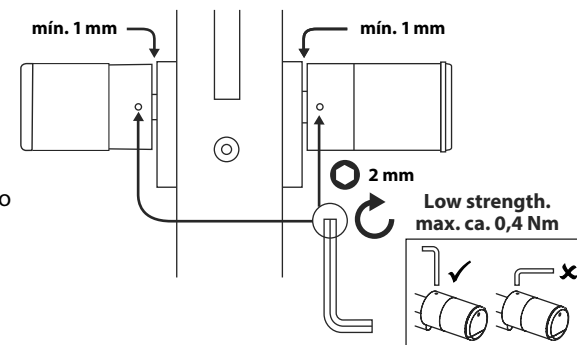

Fig. 10
⑦ Aparafuse os parafusos sem cabeça nos dois manípulos (Fig. 10).